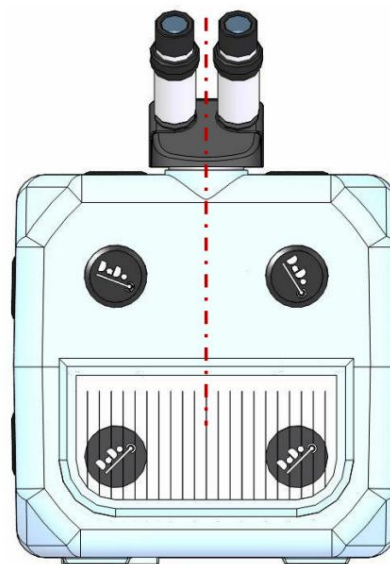

Fig. 6-8 – Alineación binocular
- Verifique que el filtro LCD en la parte superior de la máquina esté intacto (si está dañado, detenga el proceso de montaje y póngase en contacto con el servicio de soporte); Coloque el binocular en el punto de instalación, como se muestra en la Fig. 6-8;
- Después de alinear el binocular, apriete el tornillo en la parte trasera (no apriete demasiado), utilizando la llave hexagonal de 2,5 mm (detalle en la Fig. 6-8);